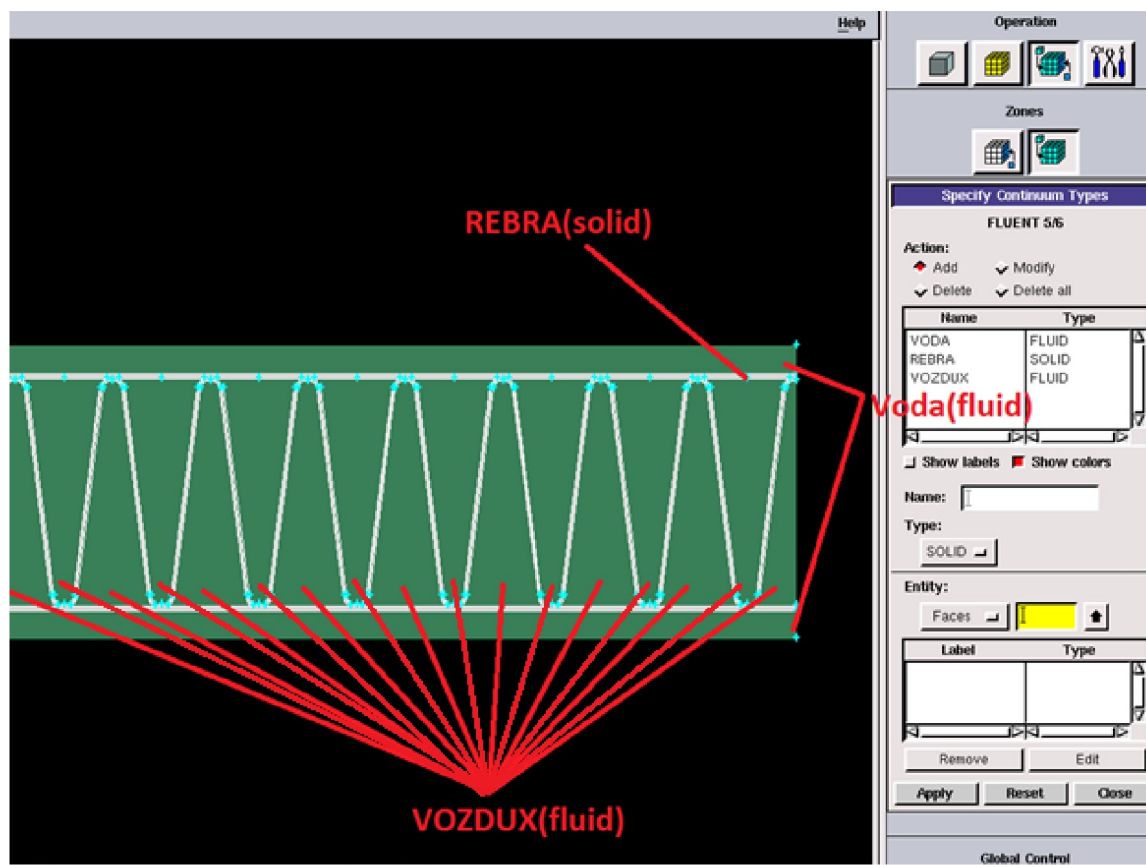

Рисунок 65 – Настройка типа конечно-элементной среды
14. Настройка типа конечно-элементной среды (рисунок 65).